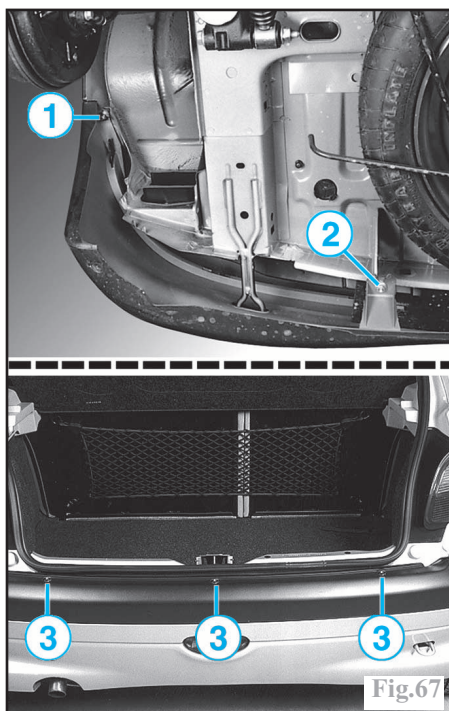

Fig.67
Déposer l'écrou de fixation (1) (Fig.67).